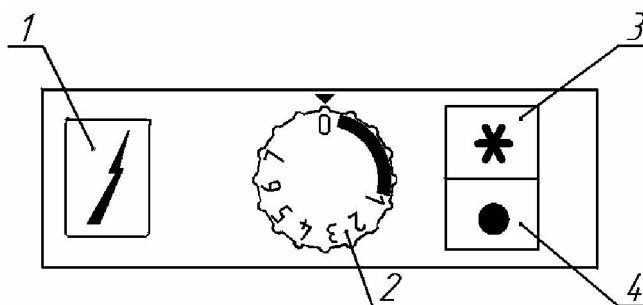

Рисунок 7
У вихідному (виключеному) положенні ручка управління (2) (рисунок 7) знаходиться в положенні «0» (крайнє положення по годинниковій стрілці). Для запалювання запального пальника необхідно натиснути кнопку запалювання (3) до упору й, не відпускаючи, натиснути (при необхідності кілька разів) кнопку п'єзоелектричного елемента (1).